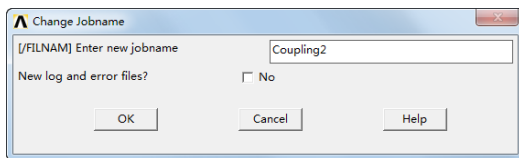

图 8-37 修改文件名对话框
① 从实用菜单中选择 Utility Menu: File > Change Jobname 命令，将打开“Change Jobname”对话框，如图 8-37 所示。